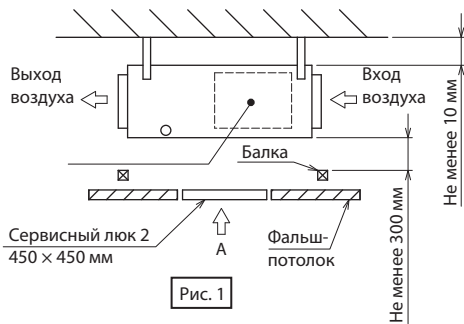

Рис. 1
- 1) Доступно 300 мм и более пространства между блоком и фальшпотолком (рис. 1).